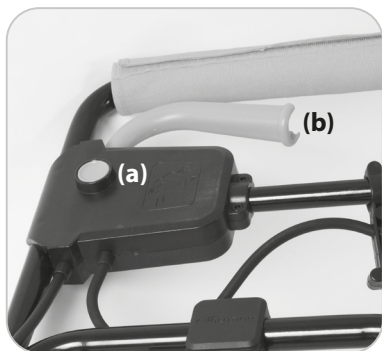

Fig. 12
- Pentru a porni unealta, apăsați butonul de blocare de siguranță (a) și trageți de maneta (b) comutatoare. (**Fig. 12**)